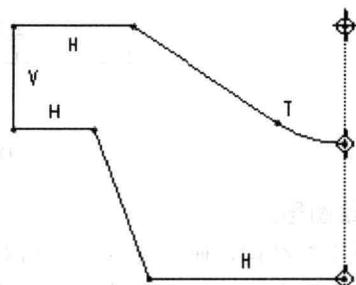

图 1-27 修剪
6) 修剪。单击工具条中的“修剪”按钮 , 选择不需要的线段将其修剪掉, 如图 1-27 所示。